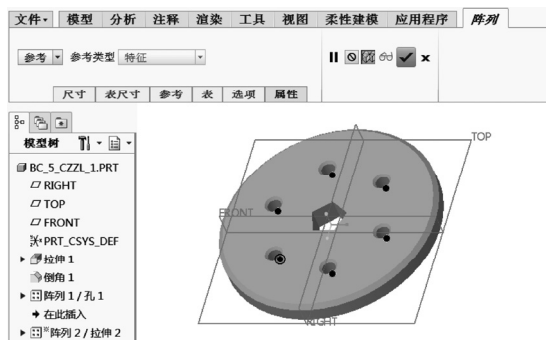

图 5-99 “阵列”选项卡和模型显示
2) 此时, “阵列”选项卡和模型如图 5-99 所示。系统默认的阵列类型选项为“参考”。